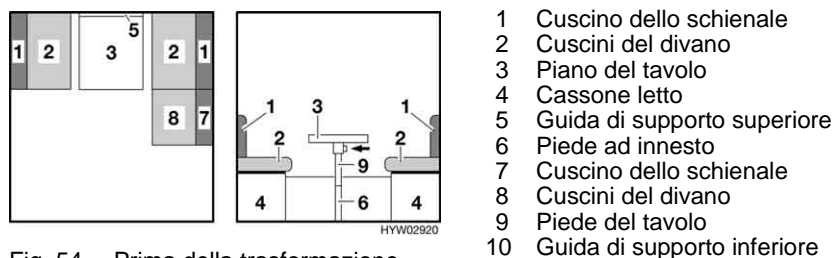

Fig. 54 Prima della trasformazione
- Sistemare i cuscini del divano (Fig. 54,2).
- Sollevare leggermente il piano del tavolo in avanti (Fig. 54,3).
- Dal piede del tavolo estrarre verso il basso il piede ad innesto (Fig. 54,6) e riporlo.
- Sbloccare il piede del tavolo (Fig. 54,9) dall'elemento di fissaggio e ribartarlo verso l'alto sul lato inferiore del tavolo.
- Alzare il piano del tavolo (Fig. 54,3) di circa 45°, sollevarlo dalla guida di supporto superiore (Fig. 54,5) e mantenerlo ad un angolo di 45°.